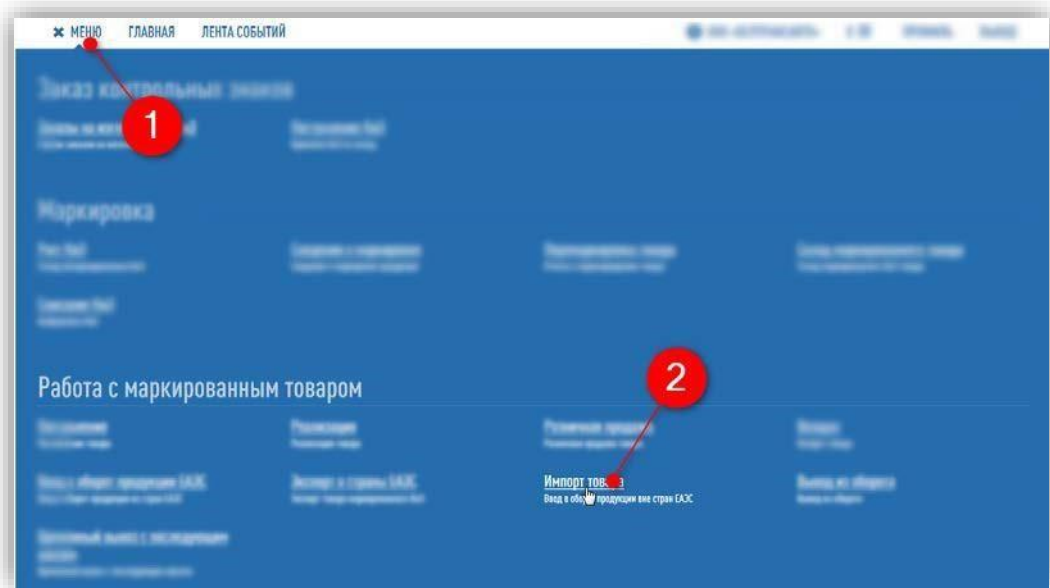

Рисунок 157 – Импорт товаров
- Выберите пункт «Меню – Работа с маркированным товаром – Импорт товара» (рис. 157).